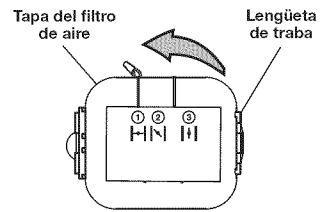

Fig. 18
1. Para abrir la tapa del filtro de aire, empuje la lengüeta de traba que está a la derecha, en su interior, y hale la tapa ligeramente hacia afuera y a la izquierda (Fig. 18).